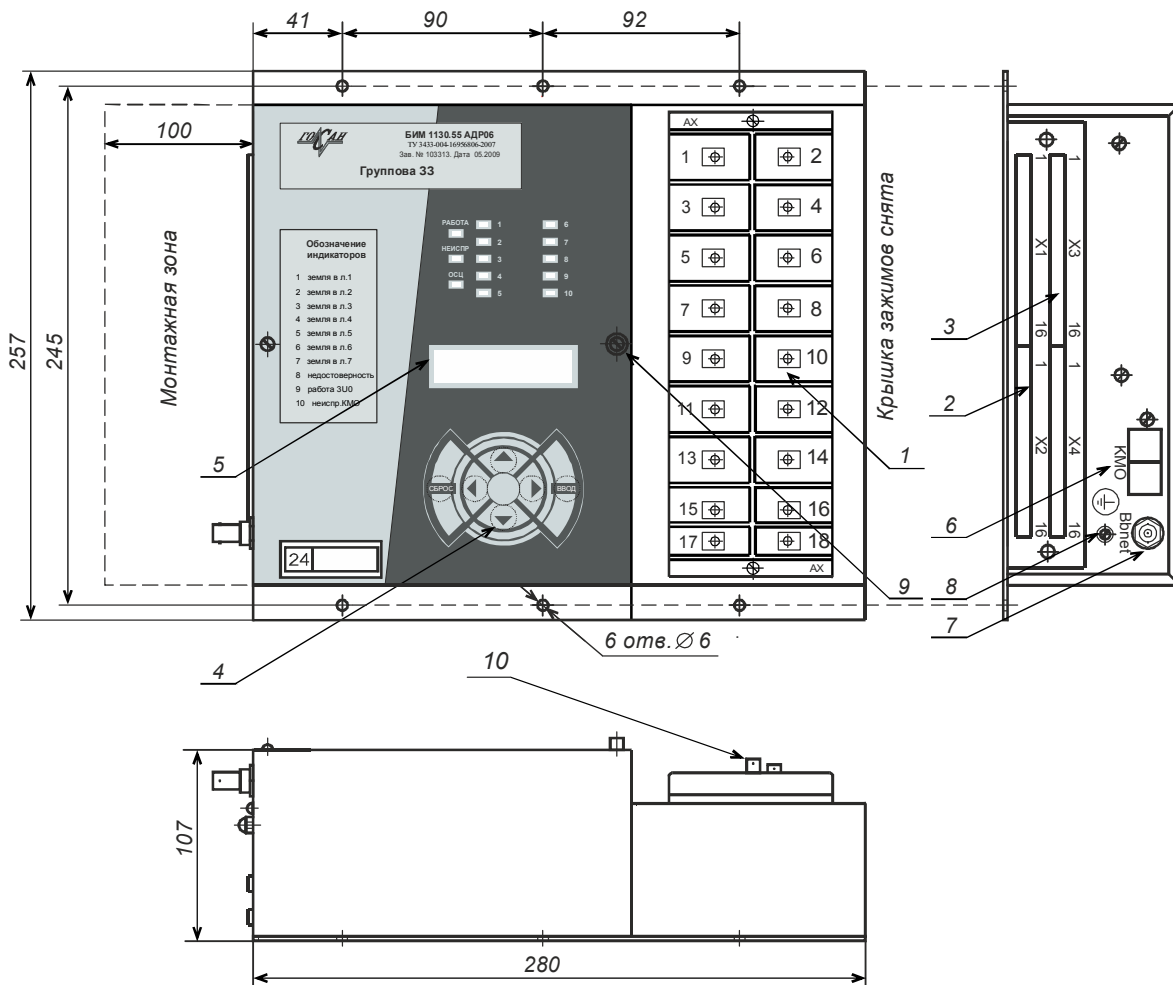

Рис. 2 Общий вид модификации БИМ 1XXX
БИМ 1XXX – для одностороннего монтажа на панелях и в шкафах (рис. 2). Выполнен в виде двух корпусов, соединённых между собой. В меньшем корпусе находится аналоговая часть с преобразователями и клеммными зажимами АХ1-АХ18 (1) для подключения цепей переменного тока, а также цепей питания терминала. На лицевой стороне корпуса находится блок индикации с символьным дисплеем (5) и клавиатурой (4). На боковой стороне корпуса расположены разъёмы дискретных входов Х1-Х2 (2), разъёмы дискретных выходов Х3-Х4 (3), разъём интерфейса Bbnet (7), разъёмы канала межмодульного обмена (КМО) (6) и винт заземления терминала (8).